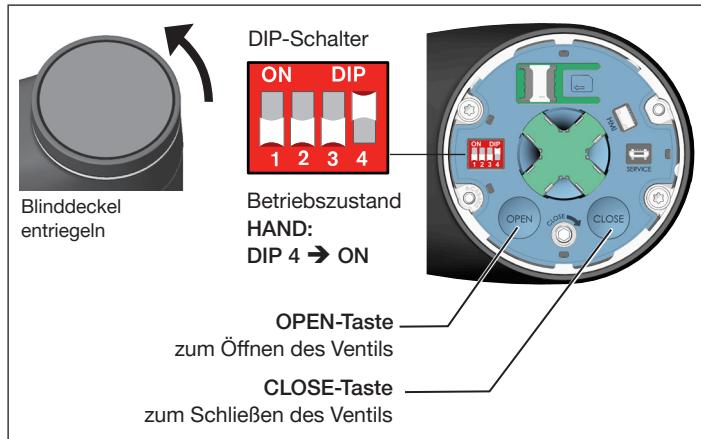

Bild 34: Ventil elektrisch betätigen
- DIP-Schalter 4 auf ON stellen. Das Gerät befindet sich nun im Betriebszustand HAND (siehe „Bild 34“).